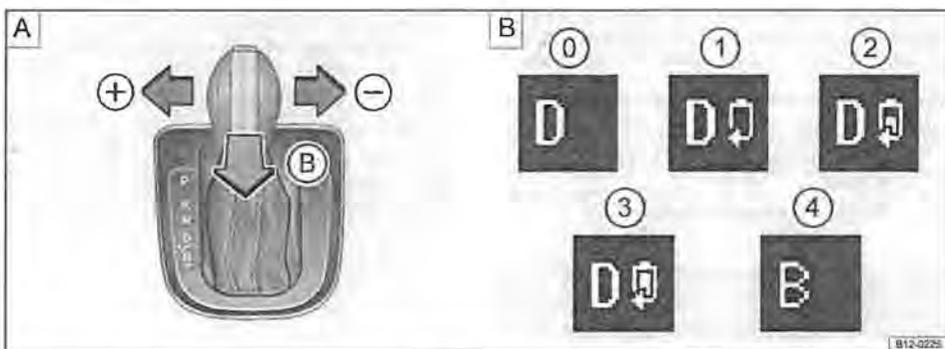

Fig. 74 **A**: scelta del livello del recupero sulla leva selettiva **B**: indicazione delle modalità di parcheggio nel display del quadro strumenti
Lo stato di recupero viene indicato sul display del quadro strumenti, nell'indicatore di potenza → pag. 17. Quando si attiva la funzione di recupero, la lancetta si sposta nel settore verde dell'indicatore. Il livello istantaneo di recupero viene visualizzato sul display del quadro strumenti → fig. 74. Eventualmente nell'"app", installata su uno smartphone, è possibile visualizzare una statistica dell'energia recuperata negli ultimi 30 minuti; vedi istruzioni in formato elettronico per l'uso dell'"app".
In totale esistono quattro livelli di recupero. I livelli di recupero da uno a tre possono essere alzati e abbassati spostando lateralmente la leva selettiva verso i segni → fig. 74 **A**  e :
**Livello di recupero** → fig. 74 **B** e significato:
- ① **D**: il veicolo avanza per inerzia ("veleggiamento"). L'energia viene recuperata solo quando si frena.
- ② **D**: recupero leggero, livello uno
- ③ **D**: recupero medio, livello due
- ④ **D**: recupero forte, livello tre
- ⑤ **B**: recupero molto forte, livello quattro